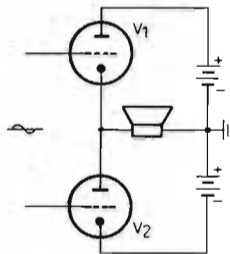

Fig. 2. Mottaktkopplat slutsteg med seriekopplade rör. Mottaktstransformator erfordras inte.
En schemalösning för att komma ifrån mottaktstransformatorn med dess nu antydda svagheter har nyligen beskrivits i denna tidskrift. (1)1. En sådan koppling med två likströmsmässigt seriekopplade rör (se fig. 2) har emellertid sina nackdelar, bl.a. är det svårt att få fram skärmgallerspänningar och negativa förspänningar, om man tillämpar klass B-drift. Det behövs också dubbla anodspänningskällor, vilket är en nackdel. Ytterligare en nackdel är, att de två rören i denna koppling delvis arbetar under olikartade driftförhållanden, varigenom kopplingen inte blir fullt symmetrisk.